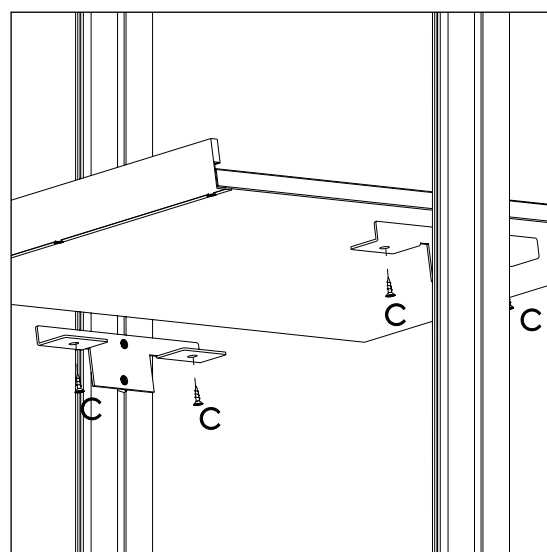

РИС.30
Установите полку на полкодержатели SPC-07R/07L и закрепите её при помощи саморезов (C) 3x16 Рис. 30.